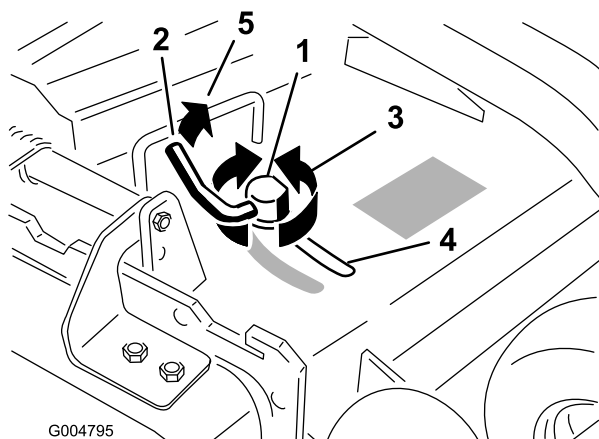

Figura 28
3. Para ajustar el bloqueo de leva, levante la palanca para aflojar el bloqueo de leva (Figura 28).
5. Devuelva la palanca a su posición original para apretar el deflector y el bloqueo de leva (Figura 28).